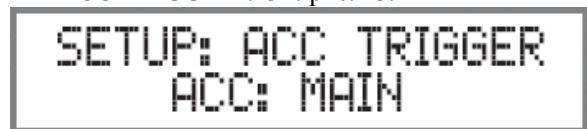

Рисунок 13
1. Нажмите кнопку MONO/SETUP для входа в режим настроек. Затем нажмите эту кнопку еще раз для выбора пункта меню: “SETUP: ACC TRIGGER”. См. рис. 13.